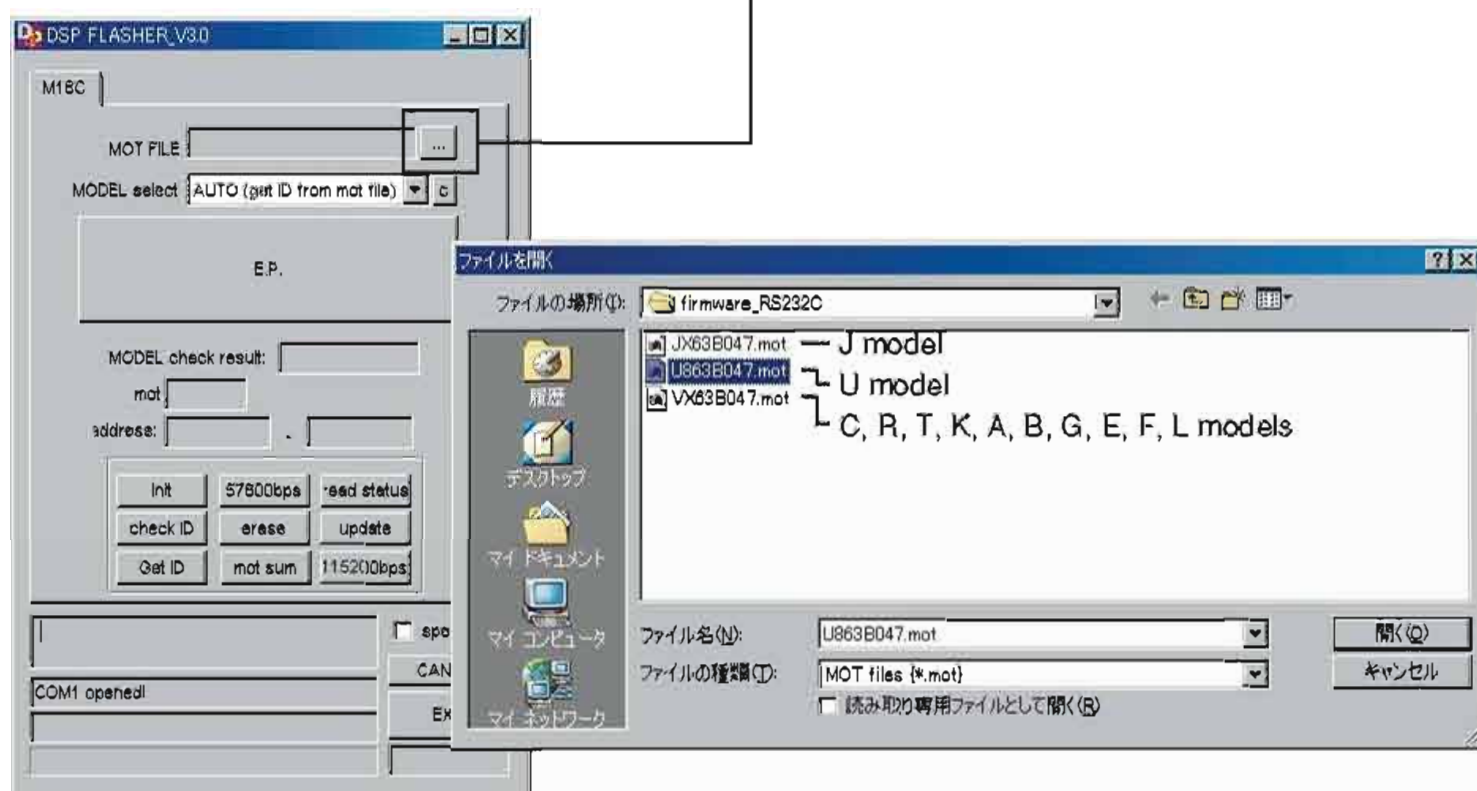

Fig. 2
4. Start up "DSP_FLASHER_v3.0_M16C80.exe". "DSP FLASHER_V3.0" is displayed. (Fig. 2)
5. Click [...]. (Fig. 2)
4. "DSP_FLASHER_v3.0_M16C80.exe"を起動します。"DSP FLASHER_V3.0"が表示されます。(Fig. 2)
5. [...]をクリックします。(Fig. 2)
Select "U863xxxx.mot" (U model) / "VX63xxxx.mot" (C, R, T, K, A, B, G, E, F, L models). (Fig. 2)
"JX63xxxx.mot"を選択します。(Fig. 2)